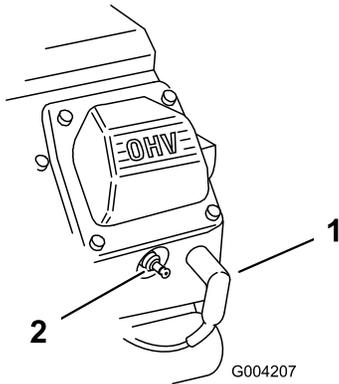

Bild 50
2. Ziehen Sie die Kabel von den Zündkerzen ab (Bild 50).
3. Stecken Sie die Kabel auf die Zündkerzen (Bild 50).